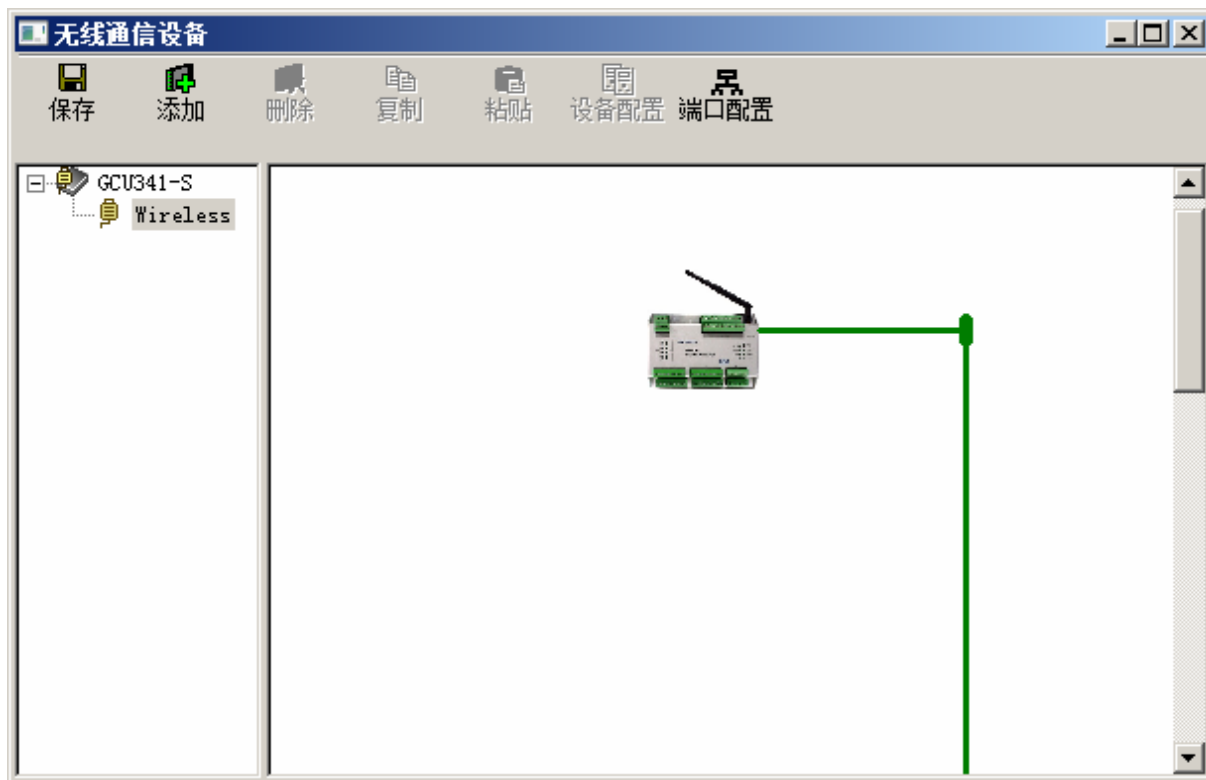

图 4-26 无线通信设备配置
1. 在硬件组态软件的结构树中，右键单击控制器 GCU341-S，在右键菜单中选择“无线模块组态”。弹出如图 4-26所示的“无线通信设备”配置界面。
7. 配置完成后，返回图 4-26界面，点击“保存”即完成配置。